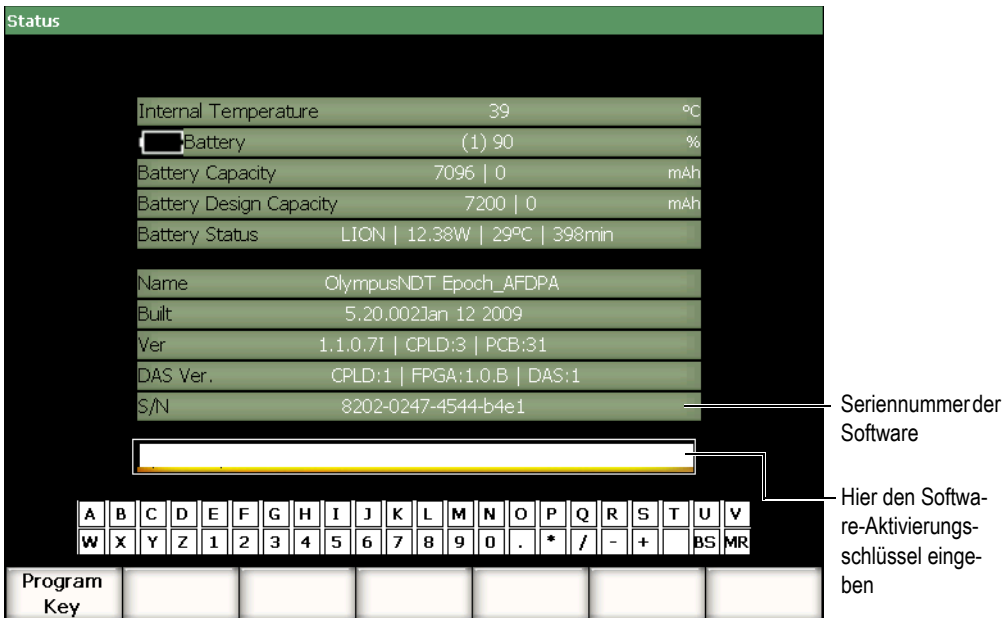

Abbildung 11-1 Feld zur Eingabe des Aktivierungsschlüssels
1. Mit **3/5 > Geräte-Setup > Status** die Einrichtungsseite **Status** öffnen, die in Abbildung 11-1 auf Seite 198 gezeigt wird.
5. Mit der virtuellen Tastatur geben Sie den Aktivierungsschlüssel in das Feld über der virtuellen Tastatur ein (siehe Abbildung 11-1 auf Seite 198).